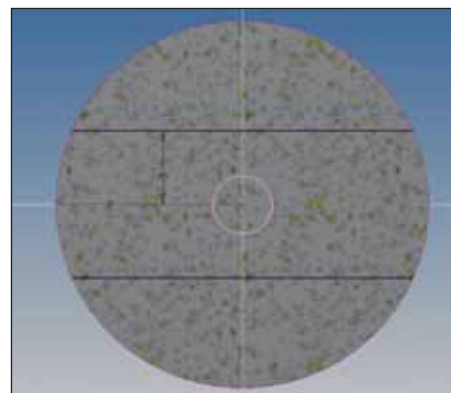

Рис. 9
10. С помощью инструмента **Отрезок** построить контур, показанный на рис. 9.